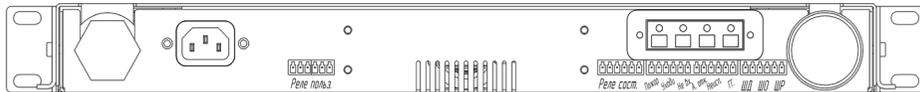

Рис. 3
5.2.2 Подключение к пожарному прибору датчиков системы обнаружения возгорания, звуковых и световых оповещателей, системы вентиляции серверной стойки (при ее наличии) и других инженерных систем (при необходимости), а также вывод сигналов о состоянии МГП-СС на пожарный пост, произвести через соответствующие разъемы на задней стенке корпуса МГП. (рис. 3). Назначение каждого разъема описано в руководстве по эксплуатации на прибор ППКОПиУ "МГП-СС".